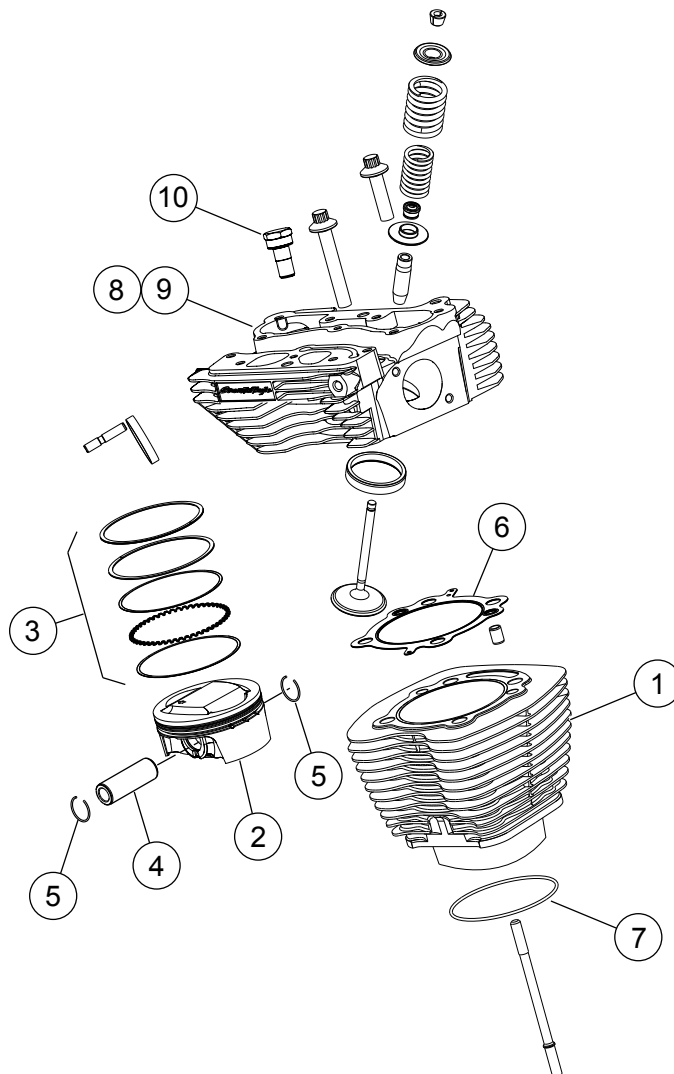
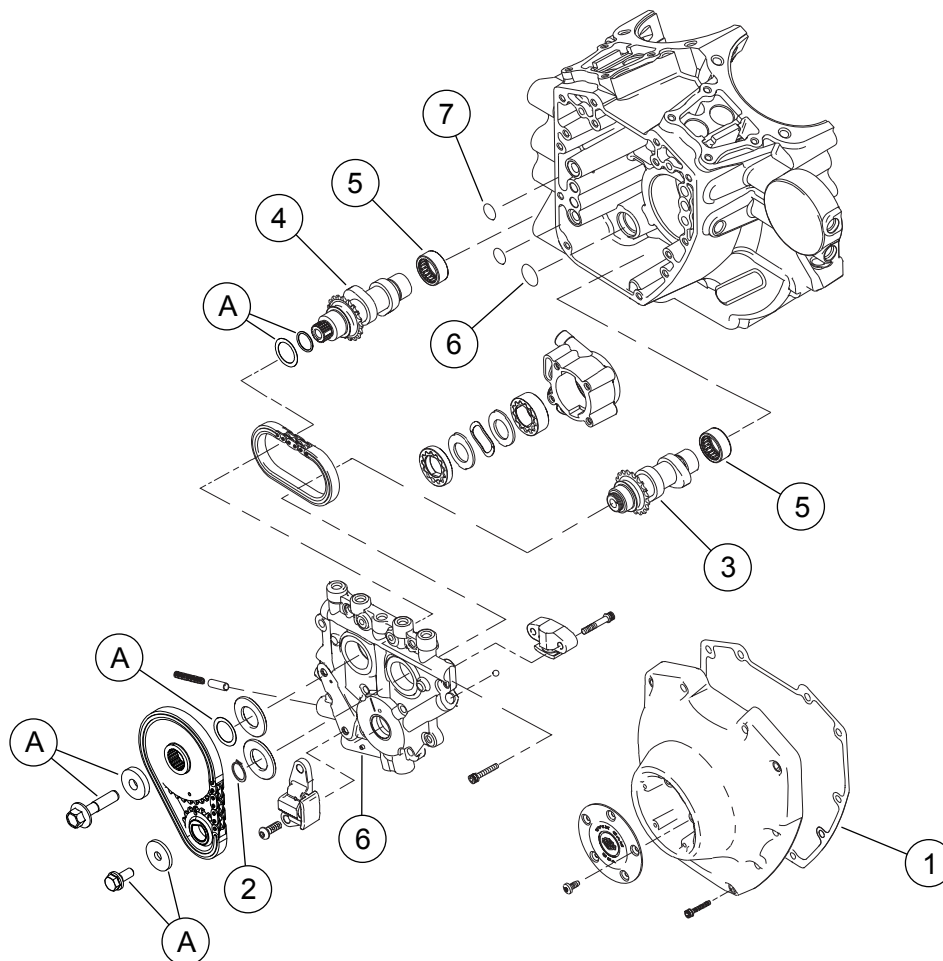

Figure 1. Mga Pamalit na Piyesa: Screamin' Eagle Pro TC 103 (1690 cc) Stage 4 Kit
Figure 3. Mga Pamalit na Piyesa: Screamin' Eagle Pro TC 103 (1690 cc) Stage 4 Kit
Tingnan Figure 1 upang Figure 3 , at Talahanayan 1 upang Talahanayan 3 .
1. Tingnan ang Figure 3 . Suriin ang camshaft needle bearings (5) at palitan kung kinakailangan.
2. Tingnan Figure 1 hanggang Figure 3. I-assemble ang mga cam sa camplate, performance cylinder heads at engine top end gamit ang mga bahagi mula sa kit. Sumangguni sa naaangkop ng mga seksyon ng MAKINA sa manwal ng serbisyo.